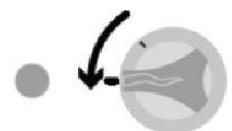

Рис. 7
1. Перевести рукоятку включения в положение «1»; Должен загореться зеленый индикатор, указывающий на начало готовки (рис. 7);